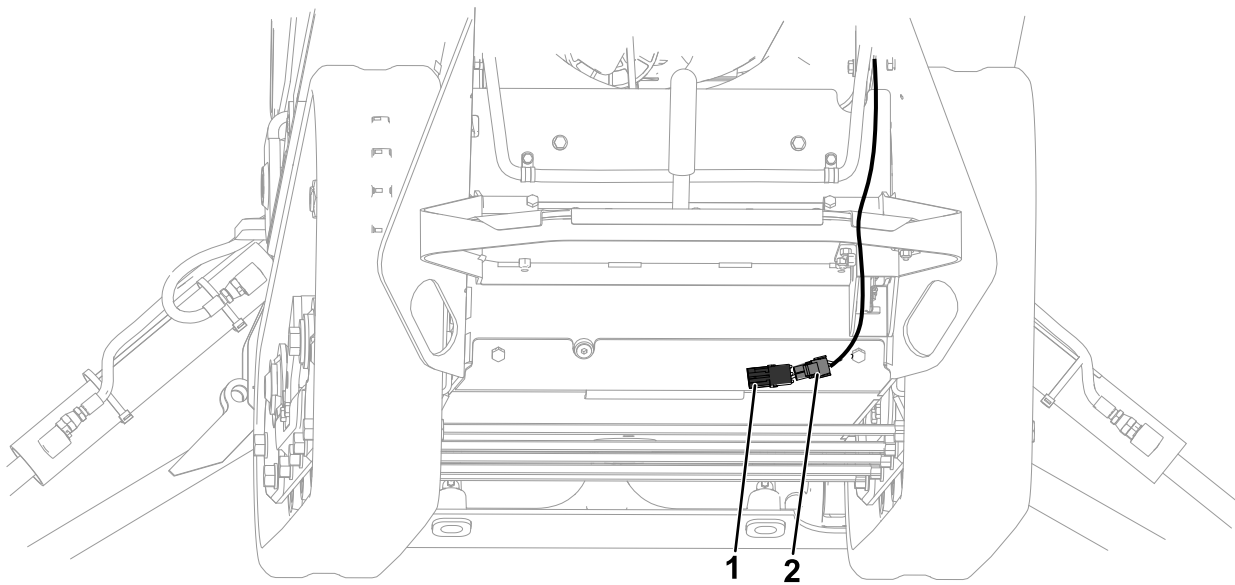

Figure 14
11. Reliez les 2 connecteurs restants à la connexion du contacteur de frein du stationnement du faisceau principal et au frein de stationnement (**Figure 14**).